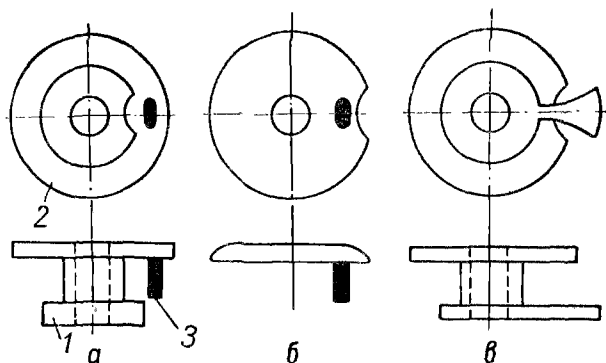

Рис. 92. Запобіжні рольки:
**Запобіжна ролька.** В анкерних годинниках застосовуються три типи запобіжних рольок: подвійна *а*, одинарна *б*, подвійна «Роскопф» — *в*, інші форми зустрічаються дуже рідко (рис. 92). Ролька щільно насаджується на вісь балансу. Матеріалом для одинарної рольки служить сталь, для подвійної — сталь або найчастіше латунь.